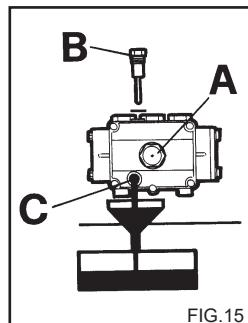

FIG.15
- Skru propstenen op ved hjælp af oliepinden (fig. 15).